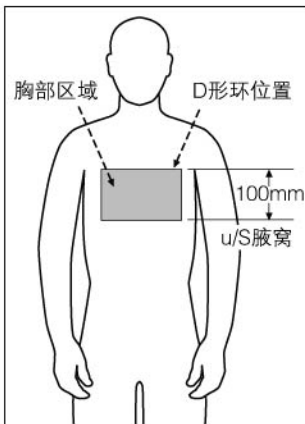

图9
7.1.3 调整安全带，将胸部D形环和胸部束带（如有）调整到胸骨部位。（见图9）
- 将胸部D形环和胸部束带移至胸骨部位（见图9）。